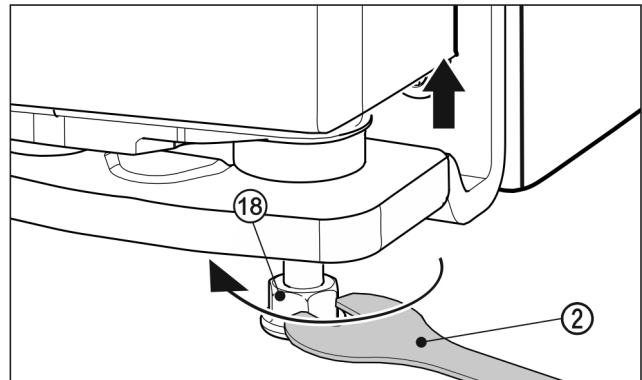

Fig. 25
- ▶ Zum Anheben der Tür den Stellfuß Fig. 25 (18) mit dem beiliegenden Gabelschlüssel Fig. 25 (2) rechtsherum bis Kontakt auf Fussboden herausdrehen. Dann weiter drehen bis die Tür in der Höhe verstellt ist. Im Auslieferungszustand ist der Lagerbolzen ganz eingedreht.